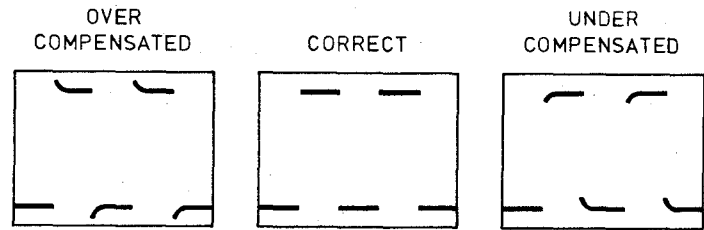

Fig. 3.25.
- Introduire un petit tournevis par le trou dans la boîte de compensation et ajuster le trimmer pour obtenir un affichage correct comme illustré à la figure 3.25.